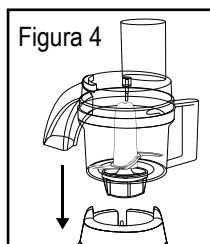

Figura 4
6. Coloque a base do acessório na base do motor de seu liquidificador Oster® (Figura 4). **NÃO USE O APARELHO A MENOS QUE O ACESSÓRIO ESTEJA TOTALMENTE MONTADO E COM SUA TAMPA TRAVADA.**